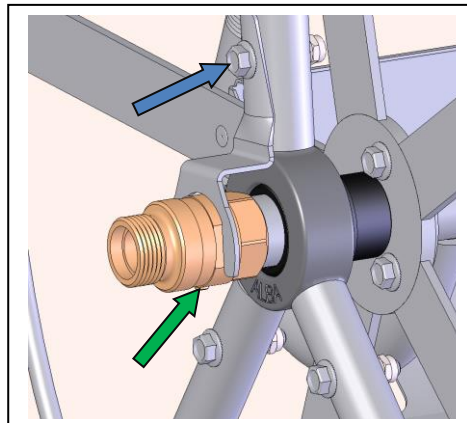

Bild 2: Anbaubeispiel der geraden Drehverschraubung mit Verdrehsicherung
4. Das entsprechende Verdrehsicherungsblech in die Ausfräsungen der Drehverschraubung schieben und dann an der vorgesehenen Stelle der Konsole oder des Rahmens anschrauben. (Bild 2+4, blauer Pfeil).